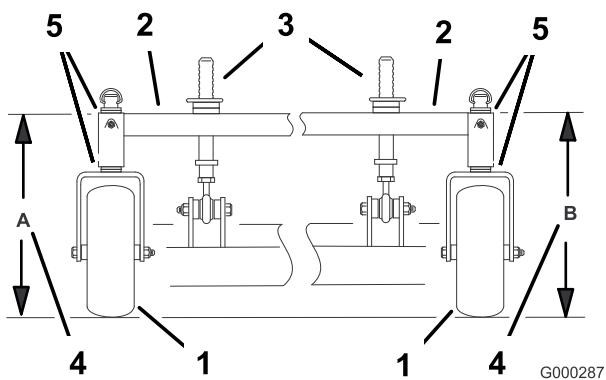

Figure 72
4. Mesurez la hauteur du bâti porteur au point A (Figure 72).
5. Mesurez la hauteur du bâti porteur au point B (Figure 72).